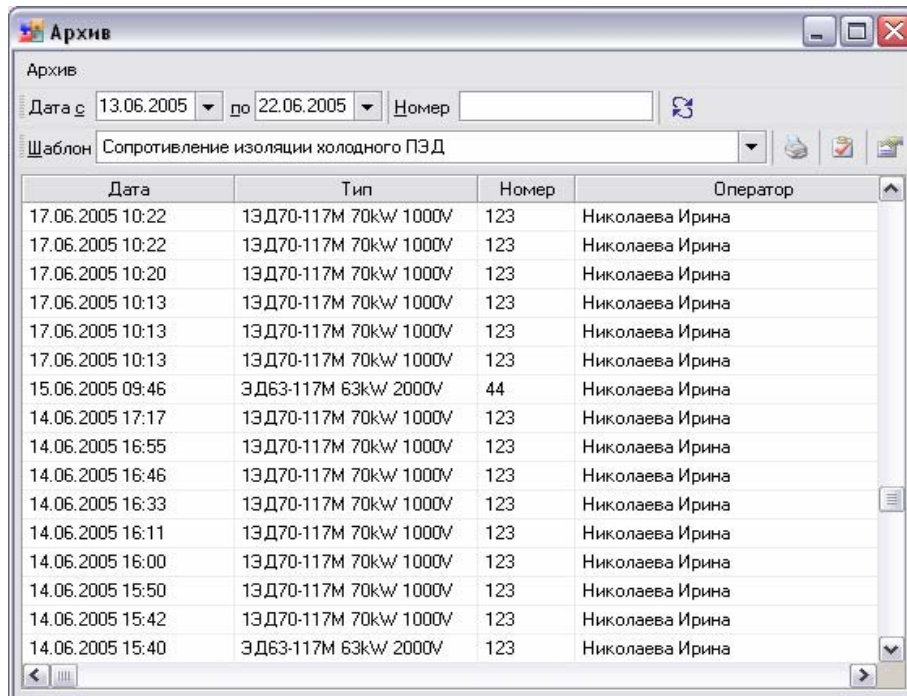

Рисунок 1.8
Доступ к режиму осуществляется с помощью пункта меню **Архив** ⇒ **Просмотр архива**, при активации которого вызывается журнал, в котором отображаются протоколы всех успешно завершенных испытаний (рис.1.8).
Для осуществления поиска протоколов испытаний задайте в полях «Дата с.. по...» период дат формирования протоколов, за который Вы хотите проанализировать протоколы, либо в поле «Номер» укажите номер оборудования и нажмите кнопку  (рис.1.8) В результате выполненных действий сформируется список протоколов, созданных в указанный период.
- Дважды щелкните мышью по необходимому протоколу, либо нажмите клавишу **[Enter]**, либо нажмите кнопку  (рис.1.8).
- Дважды щелкните мышью по необходимому протоколу, либо нажмите клавишу **[Enter]**, либо нажмите кнопку  (рис.1.8)
- Нажмите кнопку  (рис.1.8)
- Нажмите кнопку  (рис.1.8).